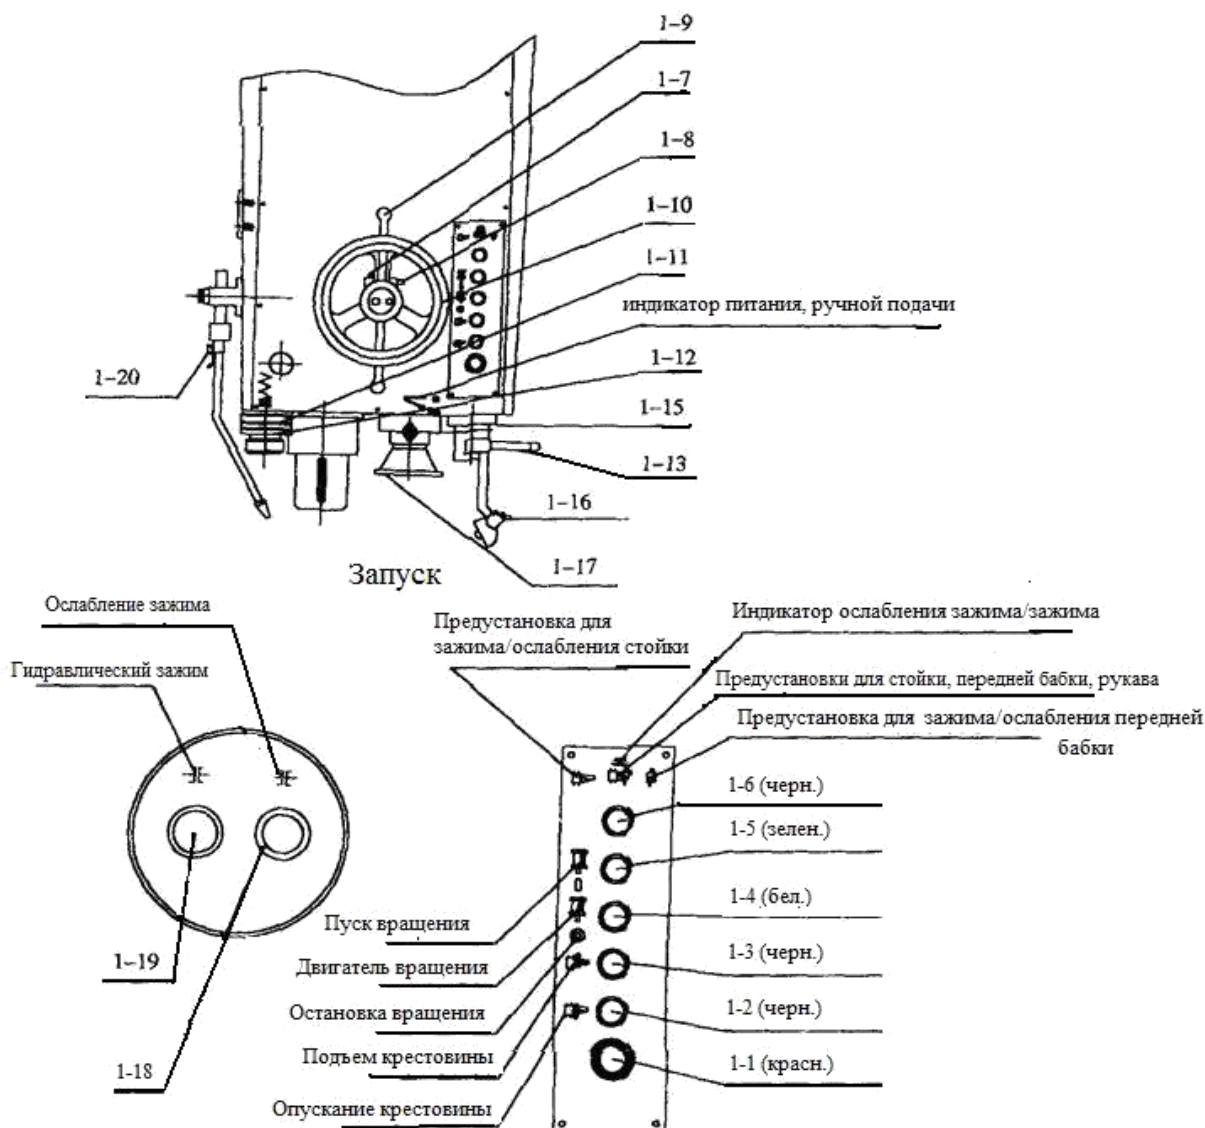
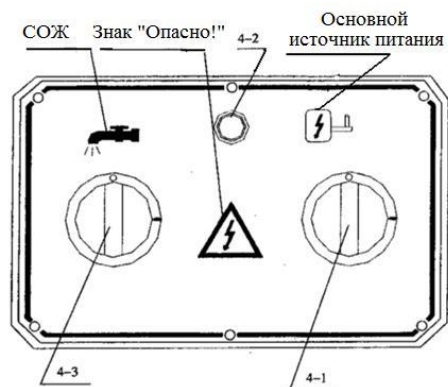

Рис. 3.1 3.2
Рис. 4.4 Наименования переключателей
2.4.7.5 Подключите провода основного питания. 2.4.8 Проверьте последовательность фаз (Рис.3.1): нажмите кнопку 1-18, проверьте ослаблена ли передняя бабка (или нажмите кнопку 1-19, проверьте, зажата ли передняя бабка); нажмите кнопку подъема 1-3 на рукаве, поднимите рукав на 10 мм, проверьте поднимается ли он (или нажмите кнопку опускания 1-2, проверьте, опускается ли он).
2.4.9 Нажмите кнопку опускания 1-2 (Рис. 3.1) опустите рукав на 10 мм, удалите антикоррозийную смазку с верхней части стойки. Снова поднимите рукав на 10 мм, удалите антикоррозийную смазку снизу стойки, повторяйте до полной очистки от масла. Нажмите кнопку, чтобы ослабить переднюю бабку, поверните маховик перемещения 1-10, переместите переднюю бабку к левому краю, удалите антикоррозийную смазку с направляющей, вновь установите и закрепите переднюю бабку.
3.1.4 Передняя бабка (см. Рис. 3.1)
3.1.5 Поднимите и зафиксируйте рукав: Подъем рукава осуществляется за счет подъемного двигателя, шарико-винтовая передача и гайка для подъема рычага (см. Рис. 3.1 панель передней бабки). Имеется контргайка на гайке подъема, которая предотвращает внезапное падение рукава. Гидравлическое давление обеспечивает зажим рукава
Зажим передней бабки и стойки: Гидравлическое давление обеспечивает зажим передней бабки и стойки ромбовидным блоком. Зажим может выполнять эти два действия одновременно и по отдельности. (Кнопка 1-6 на панели передней бабки), среднее положение – жесткий зажим, левое положение – ослабить зажим только стойки, правое положение – ослабить зажим только передней бабки. (кнопка 1-18, 1-19) (см. Рис. 3.1)
Перечень рукоятей управления (см. Рис. 3.1)
1. Откройте главный выключатель 4-1 на стойке, а затем нажмите кнопку пуска насоса охлаждающей жидкости 4-3 (рис. 4.4), и включите лампы (рис.3.1);
3. Установите рукав в нужное положение точно в соответствии с высотой заготовки. (кнопка 1-2,1-3 рис.3.1, следующий за 4.8 такой же)
Нажмите переключатель 4-3 (см. Рис. 4.4) для пуска насоса охлаждающей жидкости, отрегулируйте поток ручкой 1-20 (см. Рис. 3.1). Внимание: Убедитесь, что сопло направлено на обрабатываемую заготовку. Не используйте легковоспламеняющуюся и токсичную охлаждающую жидкость.